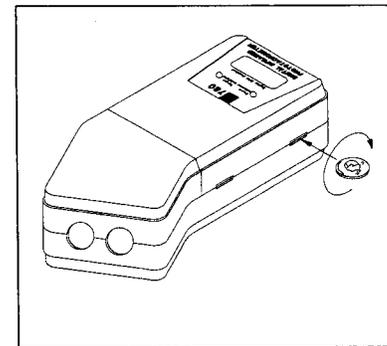

Figura 6
- Abra el estuche del instrumento como se muestra en la Figura 6.